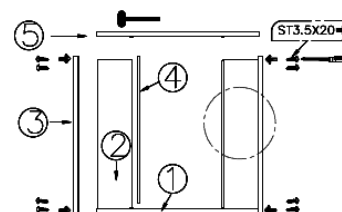

Abb.2
4. Setzen Sie den Frontalglassatz gemäß Reihenfolge auf dem Plan (Abb. 2) zusammen.